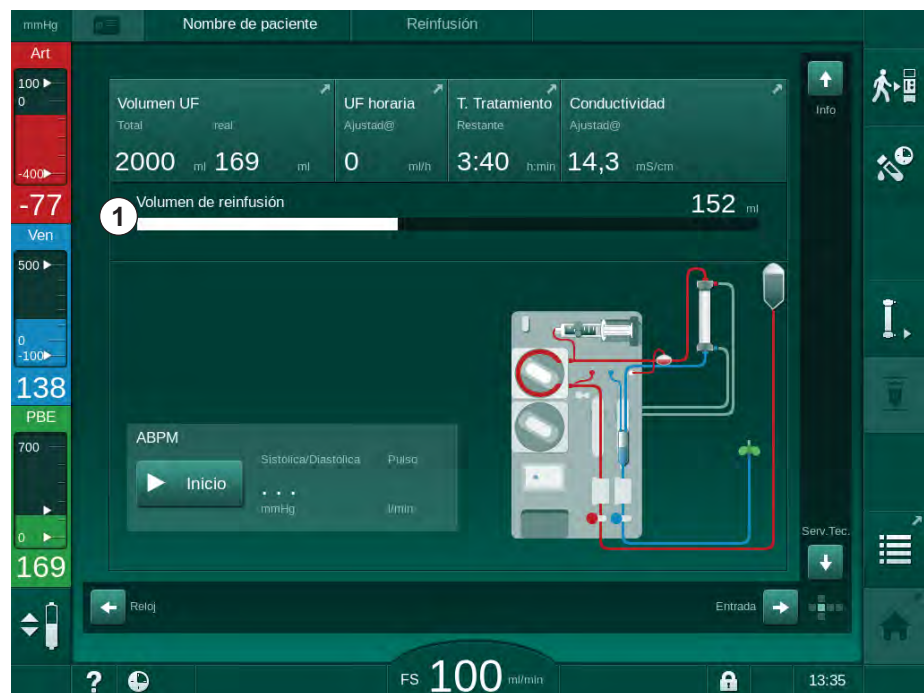

Fig. 6-20 Reinfusión en curso
☞ El volumen de sangre reinfundido se indica en la pantalla (Fig. 6-20 , ①).